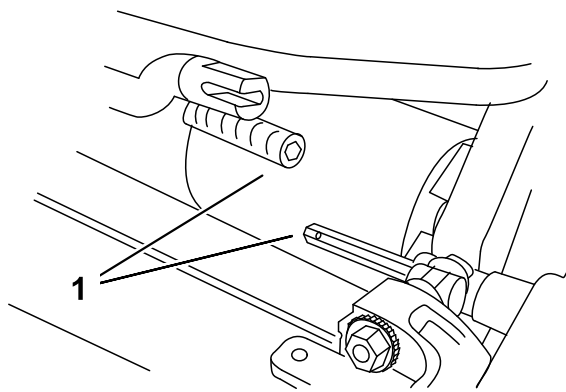

图5
3. 将滚刀组推入主机下方左侧的位置、接合变速箱联轴器（图5）。